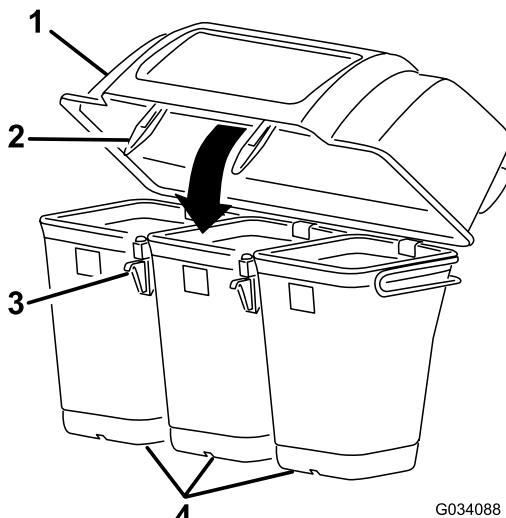

Figura 6
7. Baixe o capot da tremomha por cima dos sacos (Figura 6).